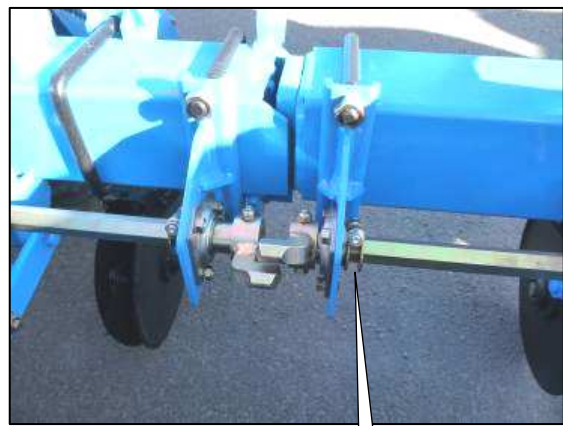

Fig. 3
3. Die 4 Lagerschrauben lösen (Abb. 3, C), jedoch nicht entfernen
3. aflojar los 4 tornillos de palier (fig. 3, C) sin desmontarlos
- Contrôlez l'alignement des six-pans en version rigide (fig. 3).
- Check the alignment of the hexagon arbors in the rigid version (fig. 3).
- Bei der steifen Ausführung, die Ausrichtung der Sechskantwellen (Abb. 3) prüfen.
- Controlar la alineación de los ejes hexagonales en versión rígida (fig. 3).